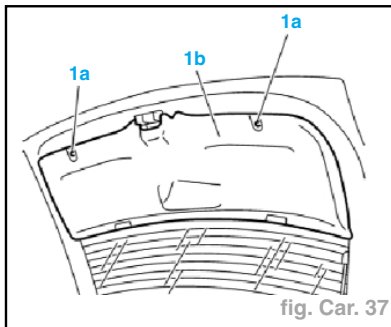

fig. Car. 37
- Dévisser les vis de fixation (1a) et déposer le panneau intérieur du hayon (1b) (fig. Car. 37).